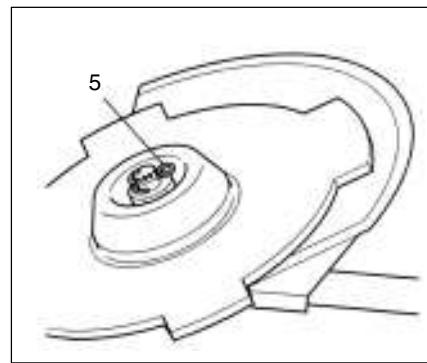

Fig. 1-10C
If your unit is of a nut securing type and equipped with a cotter pin, the blade must be retained with a new cotter pin (5) each time installed. (Fig. 1-10C)
Si votre machine est du type à écrou de blocage et muni d'une goupille, il faut retenir la lame au moyen d'une goupille neuve (5) qu'on remplace à chaque fois. (Fig. 1-10C)
Se il suo elemento è del tipo di fissaggio a dado e provvisto di una chiavetta trasversale, la lama deve sostenersi per mezzo di una coppiglia nuova (5) ogni volta che viene effettuato il montaggio. (Fig. 1-10C)